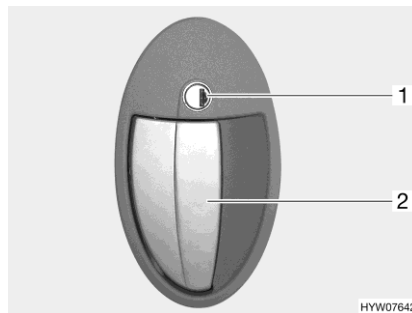

Fig. 31 Cerradura de la puerta
- Introducir la llave en el cilindro de cierre (Fig. 31,1) y girar en sentido de las agujas del reloj hasta que esté desbloqueada la cerradura de la puerta.
- Tirar del tirador de la puerta (Fig. 31,2). La puerta está abierta.
- Introducir la llave en el cilindro de cierre (Fig. 31,1) y girarla en sentido contrario a las agujas del reloj hasta que esté bloqueada la cerradura de la puerta.